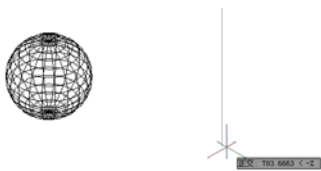

图 11.24 指定第二点
- (2) 选择【修改】/【三维操作】/【三维阵列】命令。
- (3) 选择该球体为阵列对象，并按回车键。选择环形阵列，并按回车键。
- (4) 输入阵列的项目数为 4 并按回车键。
- (5) 填充角度为 360 并按回车键。
- (6) 输入 Y 并按回车键，删除原对象。
- (7) 选择旋转的中心点，如图 11.23 所示；选择第二点，如图 11.24 所示。